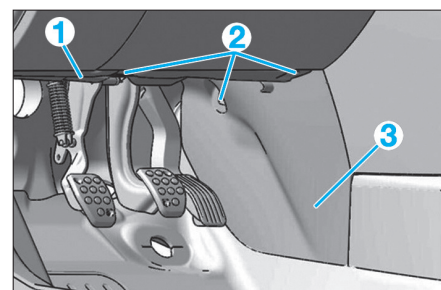

Fig. 15
- Déposer la protection (1) (Fig.15).